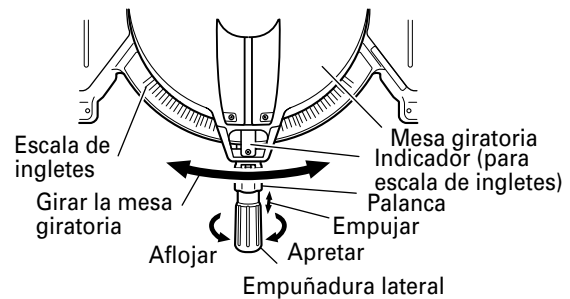

Fig. 23
- (1) Afloje la empuñadura lateral y empuja la palanca para los topes de ángulo. Luego, ajuste la mesa giratoria hasta que el indicador se alinee con el ajuste deseado de la escala de ángulos de inglete (Fig. 23).
- (2) Vuelva a apretar la empuñadura lateral para asegurar la mesa giratoria en la posición deseada.